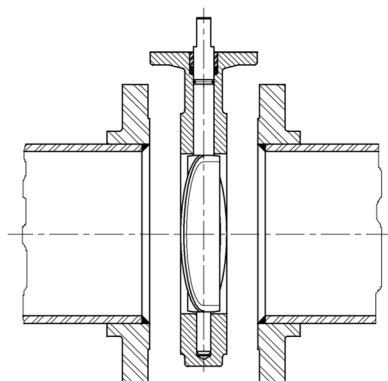

Fig. 1
- 4 - Verificar se os flanges estão paralelos e alinhados, e se a distância entre flanges é suficiente para a montagem (Fig. 1).